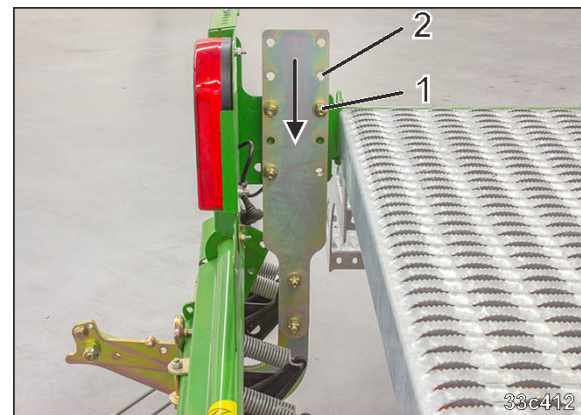

Fig. 188
- 2.1 Løsne skruene (Fig. 188/1).
- 2.2 Flytt holderen i det nye hullbildet (Fig. 188/2).